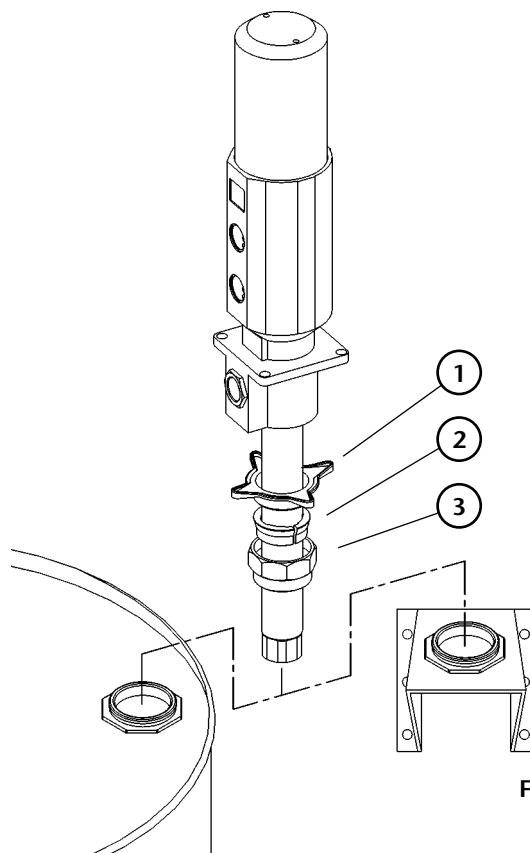

Fig. 2
These pumps can be mounted directly on drums, tanks, or on a wall bracket fitted with a 2" bung (Fig 2). Loose the star nut (1) of the bung adaptor to remove the inferior nut (3), and screw this into the 2" bung opening of the drum or bracket. Place the star nut (1) and the inside part (2) on the suction tube. Introduce the pump through the opening and fasten the assemble at the desired height by tightening the star nut (1).
Las bombas pueden ser montadas directamente sobre bidones, cisternas o sobre un soporte mural que dispongan de rosca 2"BSP H (Fig. 2). Afloje la tuerca en estrella (1) del adaptador para extraer la parte inferior del mismo (2) y roscarla en el brocal de 2" del bidón o del soporte. Coloque la tuerca en estrella (1) y la mordaza (2) del adaptador en el tubo, introduzca la bomba por el brocal y apriete el conjunto a la altura deseada.
Les pompes peuvent être installées directement sur fût, sur citerne ou bien encore sur un support mural muni d'un raccord 2"BSP (F) (Voir Fig.2). Desserrer le raccord en étoile (1) de l'adaptateur pour extraire la partie inférieure de ce dernier (2) et la fixer à l'orifice 2" du fût ou du support mural. Placer le raccord en étoile (1) ainsi que l'anneau (2) de l'adaptateur dans le tube et introduire la pompe par l'orifice du fût ou du support en serrant l'ensemble des éléments à la hauteur désirée.
Die Pumpen können direkt auf das Fass oder auf eine Wandhalterung mit 2"-Verschraubung montiert werden.(Bild 2) Dazu die Sternschraube (1) lösen, die untere Mutter (3) herausziehen und in der 2"-Öffnung am Fass oder der Wandhalterung verschrauben. Sternschraube (1) und Klemmstück (2) am Saugrohr positionieren. Danach die Pumpe durch die Öffnung am Fass oder der Halterung einführen und mit der Sternschraube (1) in der gewünschten Höhe befestigen.